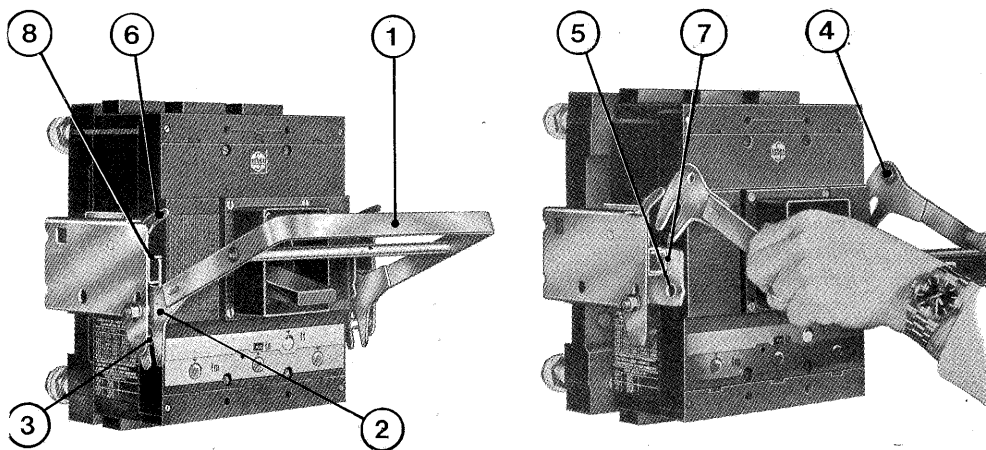

Fig. 18
8.1. Modalità di sezionamento ed estrazione dell'interruttore sezionabile (fig. 18)
- a) inserire l'apposita leva di estrazione (1) facendo in modo che le forcelle (2) si inseriscano nei perni (3) della parte fissa e curando che i perni (4) della leva vadano ad alloggiare negli appositi fori (5) della parte mobile
- b) ruotare verso l'alto le leve di blocco (6)
- e) ruotare verso il basso le leve di blocco (6) e allontanare la parte mobile da quella fissa fino al blocco nella posizione di interruttore estratto
- f) ruotare verso l'alto le leve di blocco (6) ed estrarre la parte mobile.
8.2. Modalità d'inserzione dell'interruttore sezionabile (fig. 18)
- a) ruotare le leve di blocco (6) verso l'alto
- b) inserire le guide di scorrimento (7) della parte mobile in quelle (8) della parte fissa e spingere la parte mobile verso la parte fissa fino ad una prima posizione di blocco da parte delle leve di blocco (6)
- c) inserire l'apposita leva di estrazione facendo in modo che le forcelle (2) si inseriscano nei perni (3) della parte fissa e curando che i perni (4) della leva vadano ad alloggiare negli appositi fori (5) della parte mobile
- d) abbassare le leve di blocco (6)
- e) ruotare verso l'alto la leva di estrazione (1) fino allo scatto verso il basso delle leve di blocco (6). L'interruttore risulta così inserito.